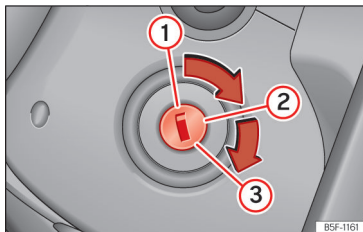

Abb. 80 Zündschloss
- Drehen Sie den Zündschlüssel in Stellung »» (Abb. 80) ②.
- Drehen Sie den Zündschlüssel weiter in die Stellung »» (Abb. 80) ③, ohne Gas zu geben.
- Wenn der Motor anspringt, Zündschlüssel loslassen. Beim Loslassen geht der Fahrzeugschlüssel in die Position ② zurück.
- Fahrzeuge mit Zündschloss: Drehen Sie den Zündschlüssel in Stellung >>> **[Abb. 80]** .
- Fahrzeuge mit Starterknopf: Starterknopf kurz drücken >>> **[Abb. 80]**.